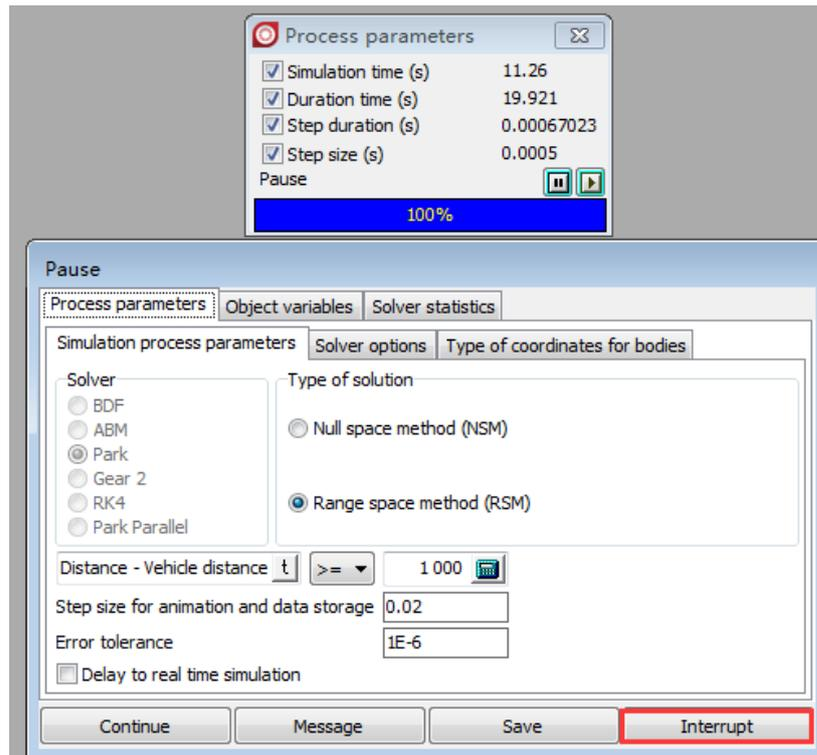

图 004-10
7、点击 Integration 开始仿真，可关闭所有动画和绘图窗口以提高仿真速度，待仿真完成，依次点击 Interrupt、Close，关闭 UM Simulation，如图 004-10；